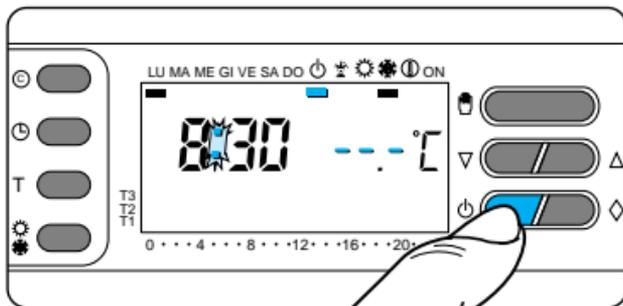

Fig. 69
13.4 - Premere due volte il pulsante  (fig.69).